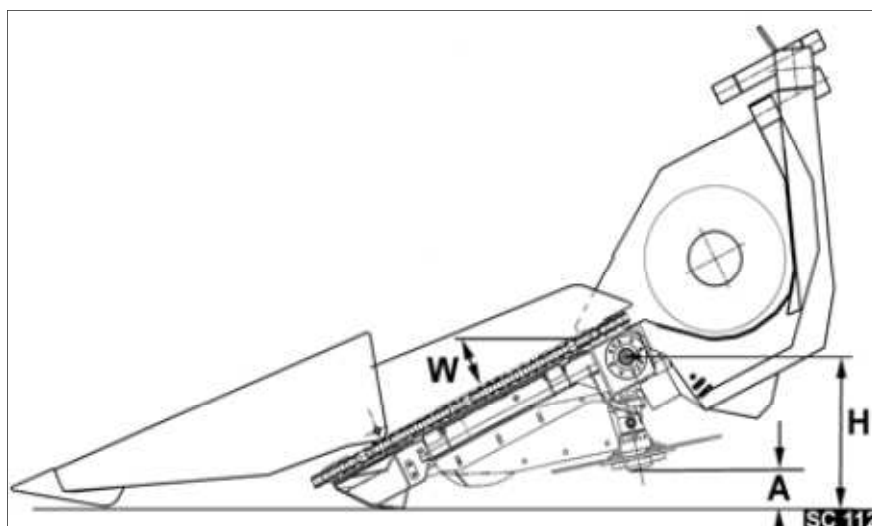

Рисунок 6.1
- Подвести проставку к жатке и совместить ловители проставки с балкой каркаса жатки (рисунок 6.1);